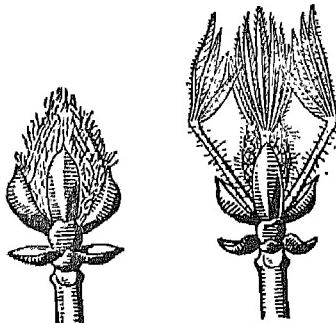

Fig. 7. — L'élosion d'un bourgeon de Marronnier.
4. Observez des *bourgeons* de Marronnier en voie d'élosion, au printemps. Chacun d'eux était protégé par des écailles, s'écartant pour laisser sortir le jeune rameau feuillé contenu dans le bourgeon à l'état d'ébauche. Suivez ce développement. Cela est facile : il suffit de placer, dans un verre d'eau, la base d'un rameau pourvu de son bourgeon terminal (fig. 7).
8. **La respiration des plantes.** Répétez l'expérience de la fig. 7 avec un pied de Haricot.